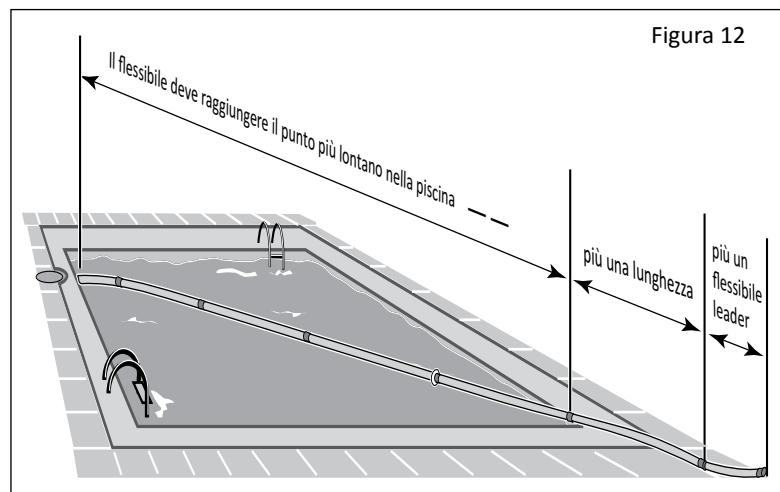

Figura 12
2. Il flessibile deve essere sufficientemente lungo da raggiungere la fine della piscina, più un segmento di tubo, più il tubo flessibile leader. Vedi **figura 12**.